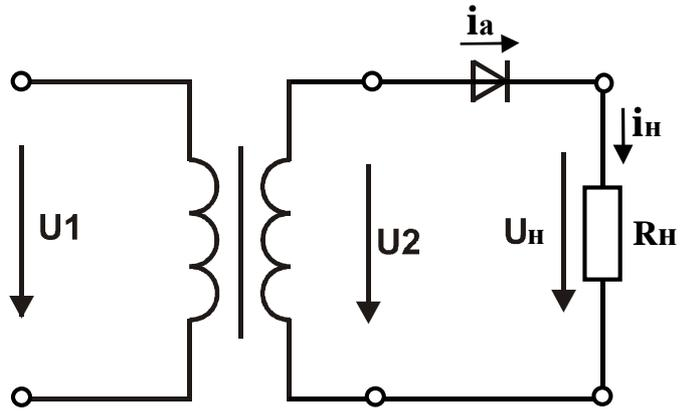
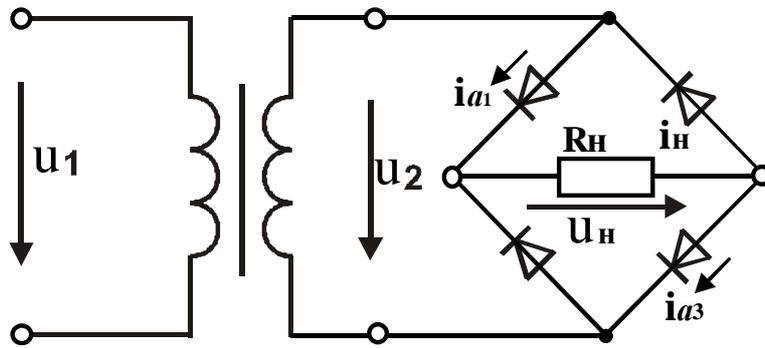
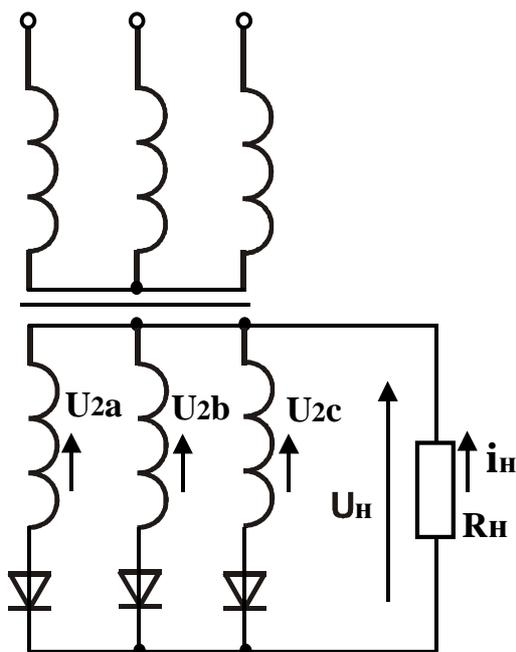

Рис. 7.3
Рис. 7.4
Рис. 7.6
Однофазные выпрямители выполняются с однополупериодным выпрямлением переменного напряжения (рис. 7.3) и с двухполупериодным выпрямлением, схемы которых представлены на рис. 7.4 и 7.5. Схемы трёхфазных выпрямителей показаны на рис. 7.6 и 7.7.
Постоянная составляющая напряжения нагрузки при питании от однофазного однополупериодного выпрямителя (рис. 7.3)
Постоянная составляющая напряжения нагрузки при питании от однофазного двухполупериодного выпрямителя (рис. 7.4, 7.5).
Значительно меньше пульсации и соответственно большее среднее значение имеют ток и напряжение на нагрузке при питании от трёхфазного выпрямителя с однополупериодным выпрямлением (рис. 7.6), для которого
5. Объясните принцип работы выпрямителей, изображенных на рис. 7.3 – 7.6.
6. Сравните схемы однофазных выпрямителей, изображенных на рис. 7.4 и 7.5, отметьте их достоинства и недостатки.
8. Какую из составляющих пульсирующего напряжения на выходе выпрямителя называют постоянной? Приведите выражения для постоянных составляющих напряжений выпрямителей, изображенных на рис. 7.3, 7.4, 7.6.